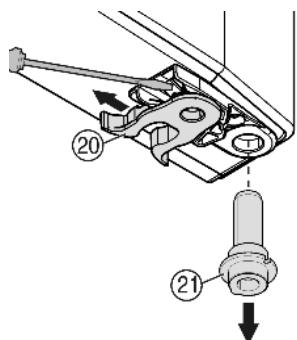

Fig. 8
- Permuter la pince élastique Fig. 8 (20) : appuyer sur l'ergot puis retirer la pince élastique.
- Tirer le pivot d'appui Fig. 8 (21) hors de la douille de porte et la mettre en place ensemble avec la rondelle du côté opposé. Le taquet d'arrêt doit indiquer vers la paroi intérieure de la porte, l'encoche vers la paroi extérieure.
- Pivoter la porte vers le bas et mettre en place le pivot d'arrêt Fig. 8 (21) dans le support d'appui. Event. tourner le pivot d'arrêt de sorte qu'il puisse encliquer.